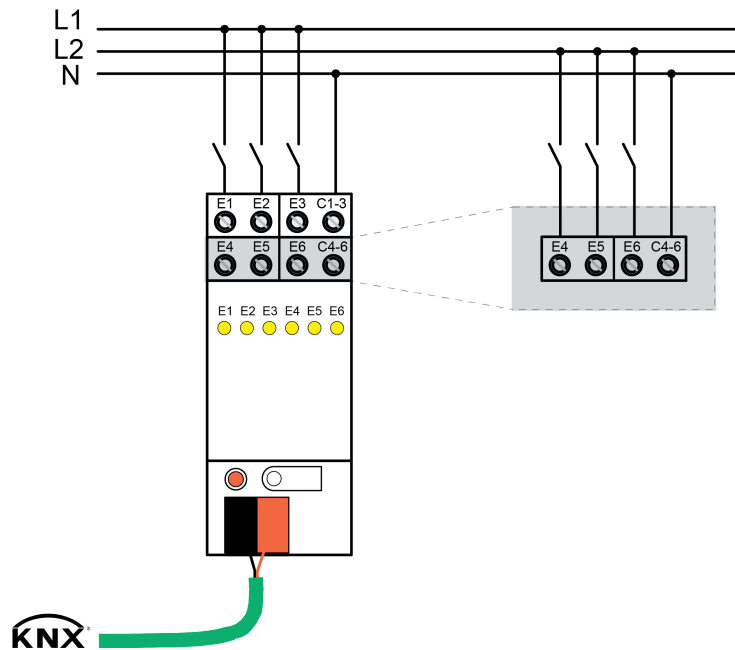

Bild 2: Anschluss netzversorgter Stromkreise
- FELV-versorgte Stromkreise wie netzversorgte Stromkreise gemäß Anschlussbeispiel (Bild 2) anschließen.